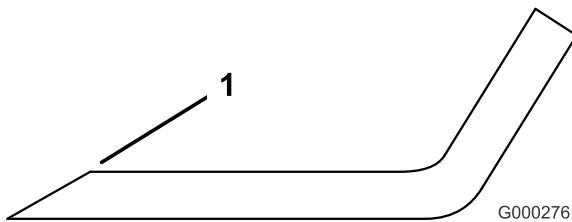

Figure 76
1. Au moyen d'une lime, aiguissez les tranchants aux deux extrémités de la lame (Figure 76) en veillant à conserver l'angle de coupe d'origine. Limez la même quantité de métal sur chacun des deux tranchants pour ne pas déséquilibrer la lame.